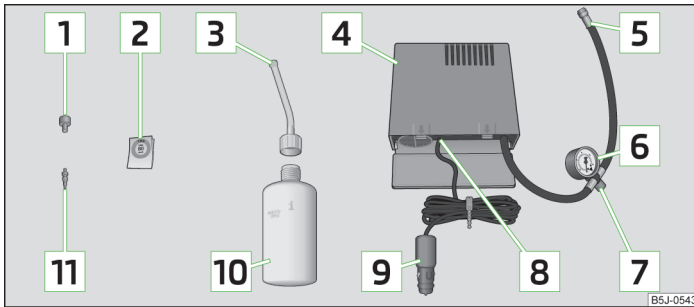

Abb. 145 Bestandteile des Pannensets
- Den Aufkleber **2** » Abb. 145 auf Seite 193 auf die Schalttafel im Sichtfeld des Fahrers kleben.
- Die Reifenfüllflasche **10** » Abb. 145 auf Seite 193 einige Male kräftig hin und her schütteln.
- › Den Reifenfüllschlauch **5** » Abb. 145 auf Seite 193 des Luftkompressors fest auf das Reifenventil schrauben.